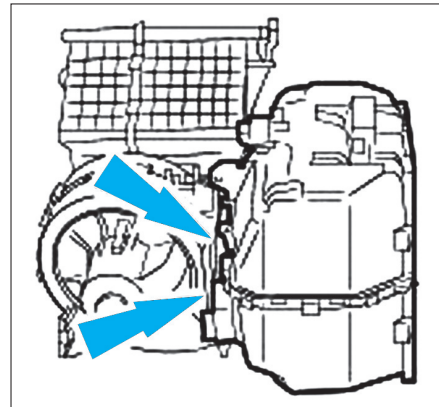

Fig. 56
- Déposer le boîtier de faisceau d'évaporateur (Fig.56).